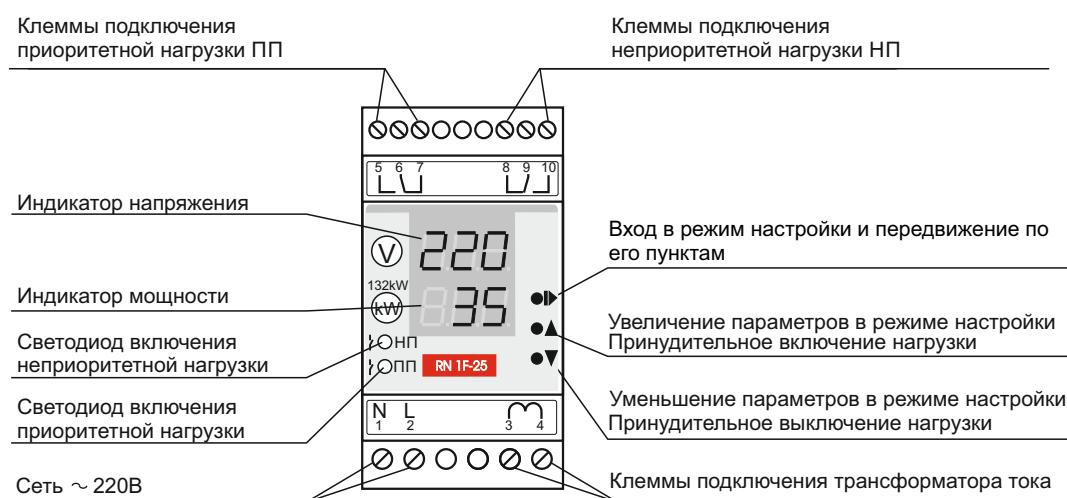

Рис. 1. Устройство прибора
**7.1.** Изделие имеет два светоизлучающих дисплея, отображающие (рис.1):